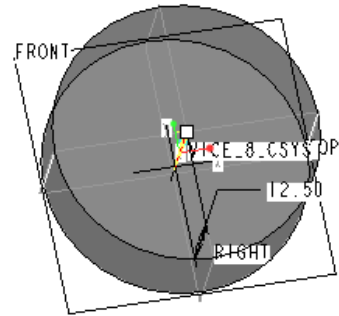

図 6-24 「押し出し」実施状態
- ・次に「押し出しツール」 を用い、高さを 12.5mm に指定すると、以下の図 6-24 が描かれる。